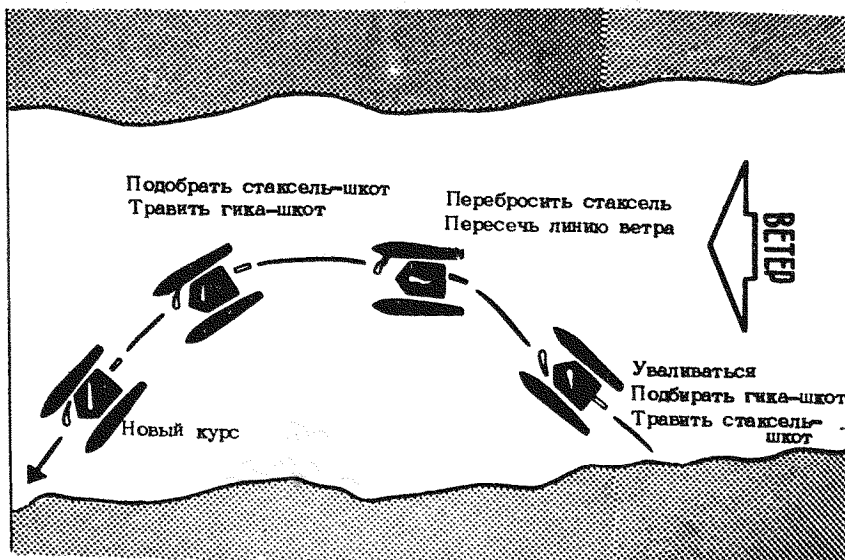

Рис. 14). Поворот через фордевинд
2.2.3. Поворот фордевинд (рис. 14)